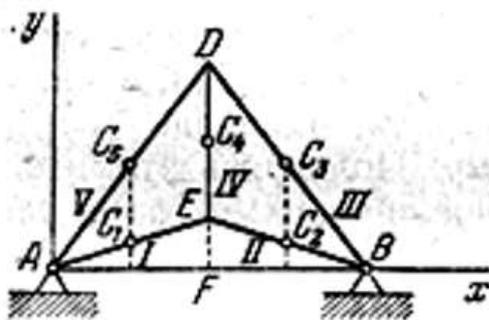

Рисунок 3 – Стержневая ферма
**Пример 2.** Найти положение центра тяжести симметричной стержневой фермы  $ADBE$  (рис. 3), размеры которой таковы:  $AB = 6 \text{ м}$ ,  $DE = 3 \text{ м}$  и  $EF = 1 \text{ м}$ .